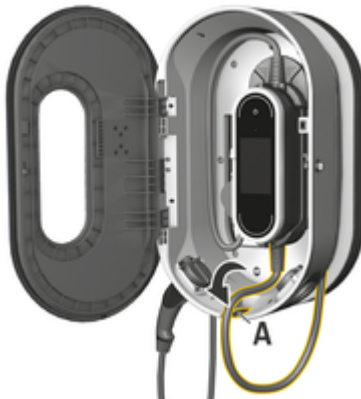

图 19: 连接控制单元
3. 引导车辆电缆穿过开口 A（图 19），并将多余的电缆缠绕在充电盒上。